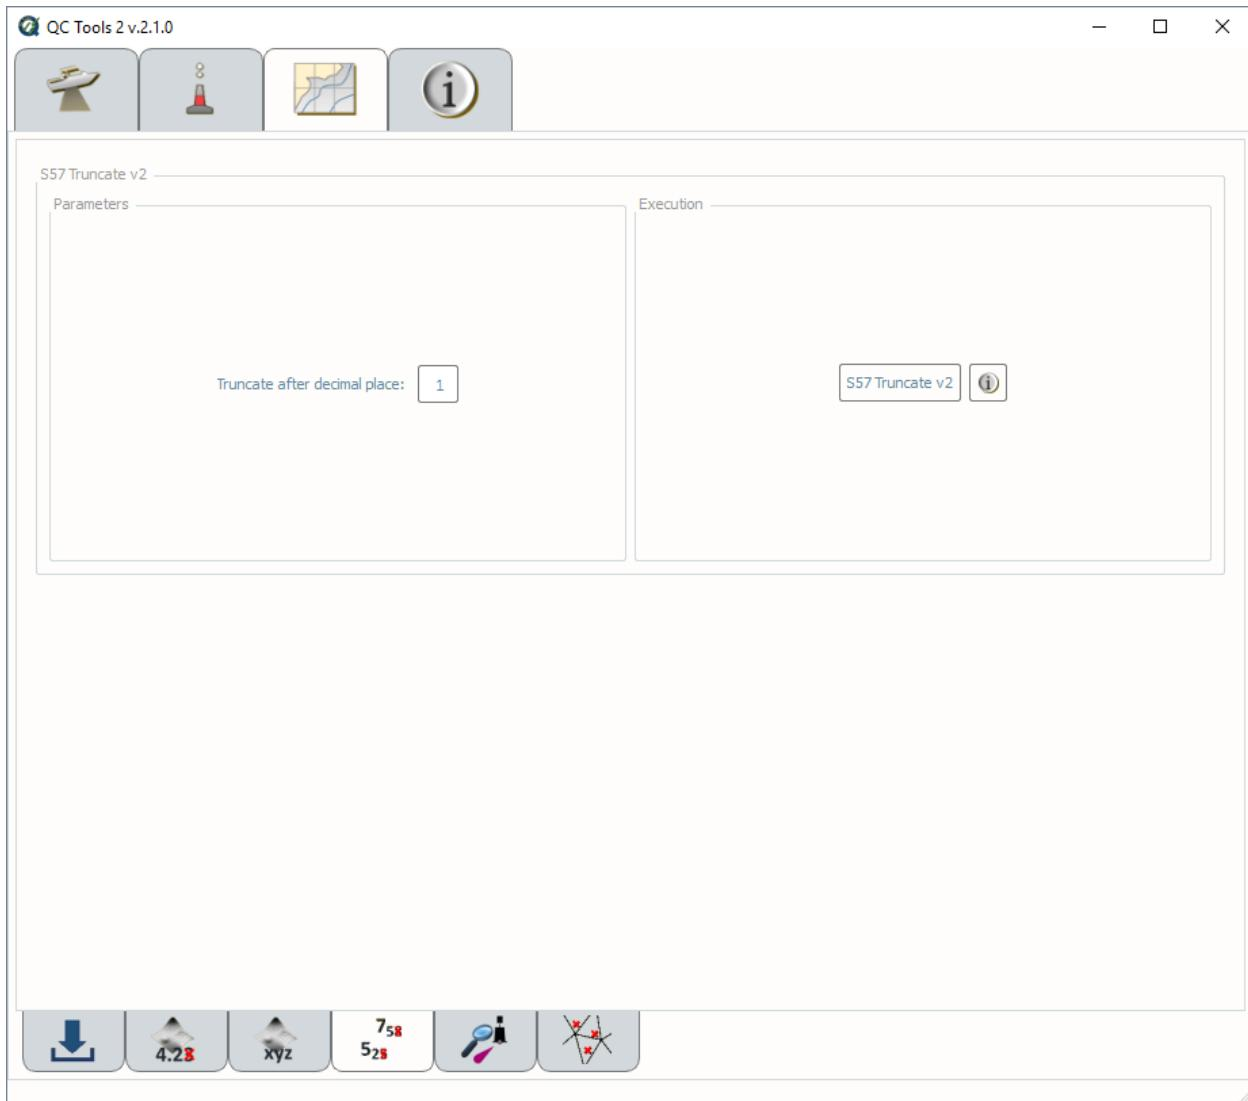

Fig. 2.60: S57 Truncate.
- In **Execution** (Fig. 2.60), click **S57 Truncate v2**.